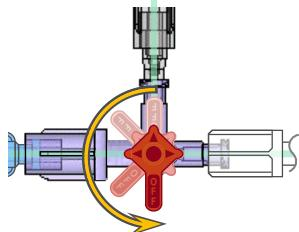

Figura 7: Ripresa del risparmio
- b. Per consentire la ripresa del risparmio del mezzo di contrasto, orientare il rubinetto del sistema DyeVert Power XT portandolo su ON sia sul rubinetto per la selezione delle valvole sia sul catetere (vedere la Figura 7).